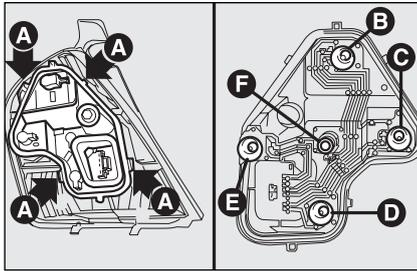

fig. 31
- comprimer vers l'extérieur les ailettes **A-fig. 31** de blocage du porte-lampe et l'enlever de son emplacement;